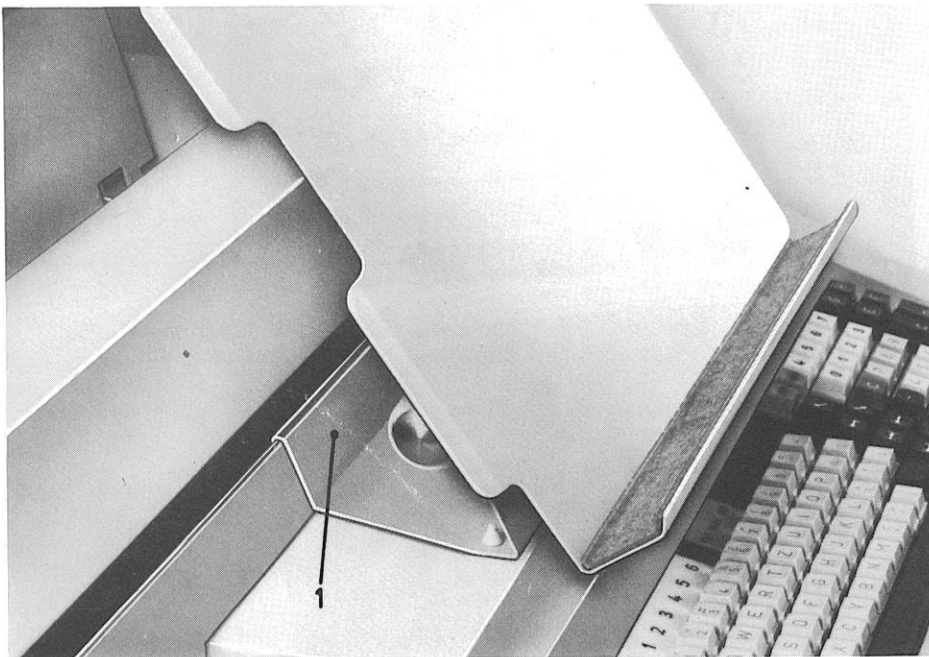

Abb. 13
- 1.2 Konzeptauflage zwischen Papierandruckeinrichtung und Tastaturverkleidung einklemmen. Abb. 13 Pos. 1